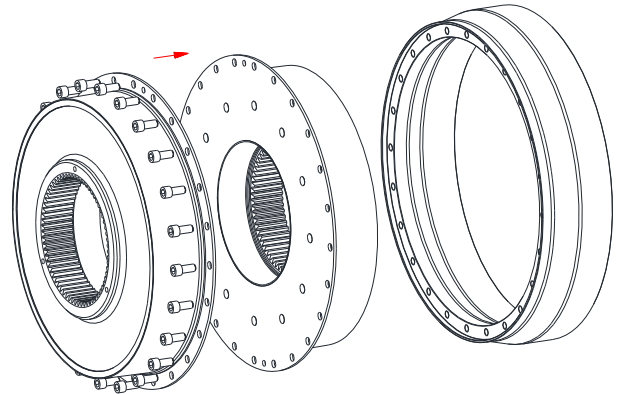

Bild 16: Montage der Elastomerteile mit dem Zusatzflansch
- Setzen Sie die beiden Elastomerteile (Bauteil 1) in die Zentrierung des Zusatzflansch (Bauteil 3), dabei legen Sie die beiden Anschraubflächen der Elastomerteile aufeinander. Richten Sie die Bohrungen und Gewindebohrungen zueinander aus (siehe Bild 16).